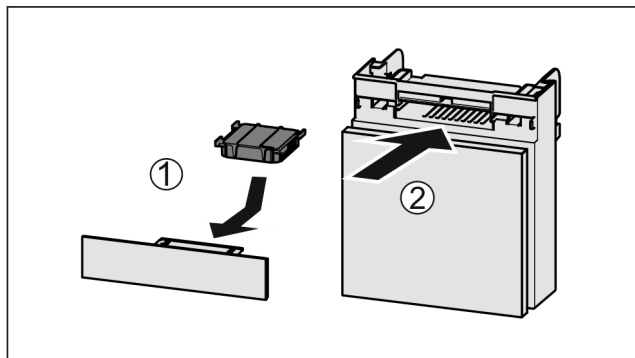

Fig. 186
- ▶ Introduceți Fig. 186 (1) filtrul de cărbune activ după cum se vede în figură.
- ▶ Împingeți Fig. 186 (2) compartimentul în interior.